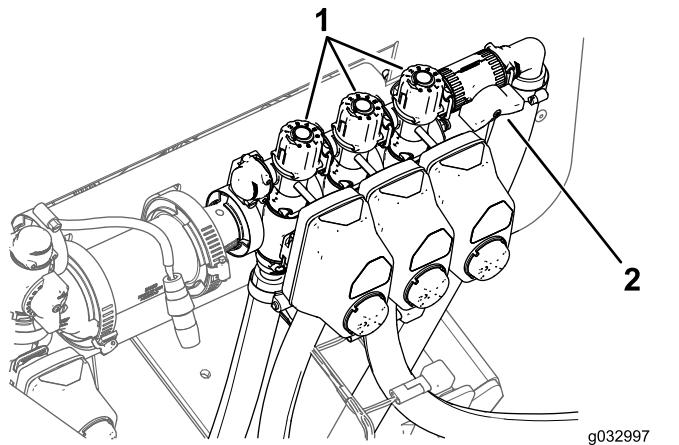

Figura 46
- Desactive el brazo izquierdo y ajuste el pomo de desvío de los brazos (Figura 46) hasta que la presión esté en el nivel anterior.
11. Ajuste el pomo de desvío del brazo derecho (Figura 46) hasta que la presión esté en el nivel anterior.
13. Ajuste el pomo de desvío del brazo central (Figura 46) hasta que la presión esté en el nivel anterior.